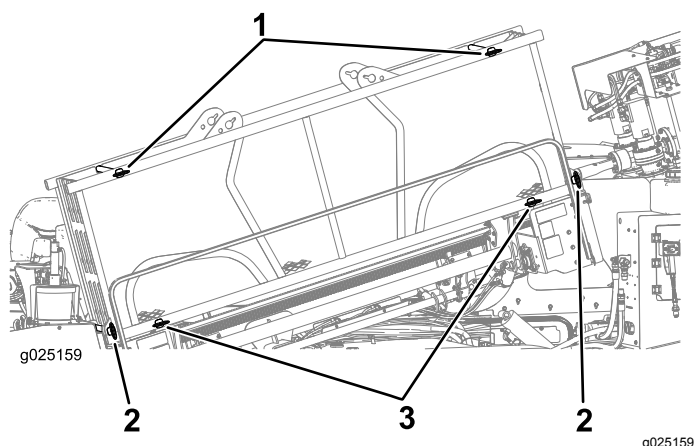

Figura 38
2. Asegúrese de que los pasadores superiores e inferiores, delanteros y traseros, del portatubos están instalados (Figura 38).